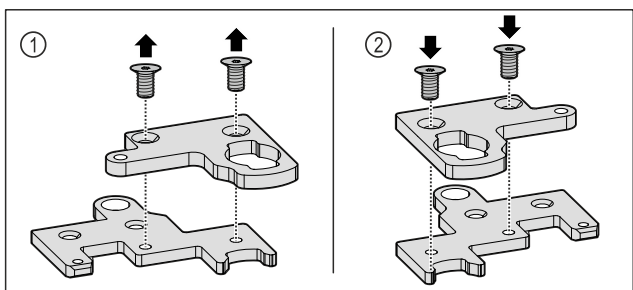

Fig. 35
- ▶ Демонтирайте двукомпонентния ъгъл на пантата. Fig. 35 (1)
- ▶ Сглобете отново двукомпонентния ъгъл на пантата, завъртян на 180°. Fig. 35 (2)